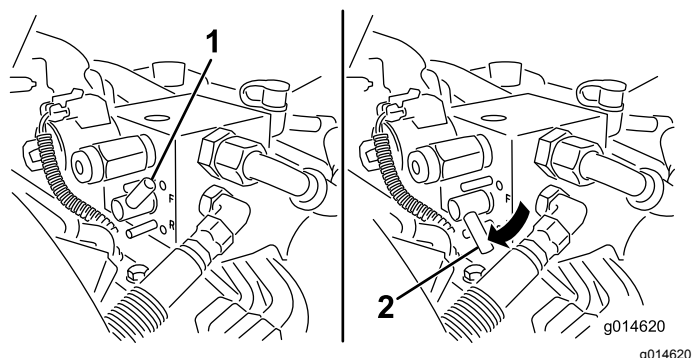

Bild 50
5. Drehen Sie den Läpphebel auf RÜCKWÄRTS (R) (Bild 50).